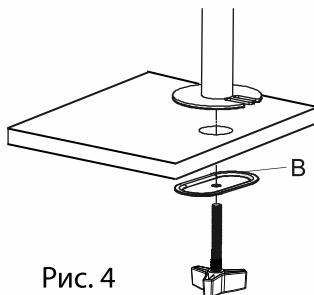

Рис. 4
4. Расположите стойку (а) над про- сверленным отверстием, приложите с обратной стороны вспомогатель- ную пластину (В) на нижней сторо- не рабочей поверхности. Закрепи- те кронштейн винтом струбцины, поворачивая ручку-барашек (рис.4).